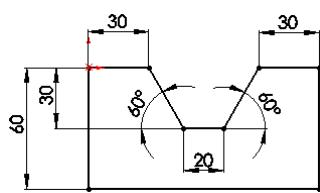

图 3-94 绘制的草图
**02** 绘制草图。在菜单栏中选择“工具”→“草图绘制实体”→“直线”命令，或者单击“草图”工具栏中的“直线”图标按钮 ，绘制如图 3-94 所示的图形并标注尺寸。